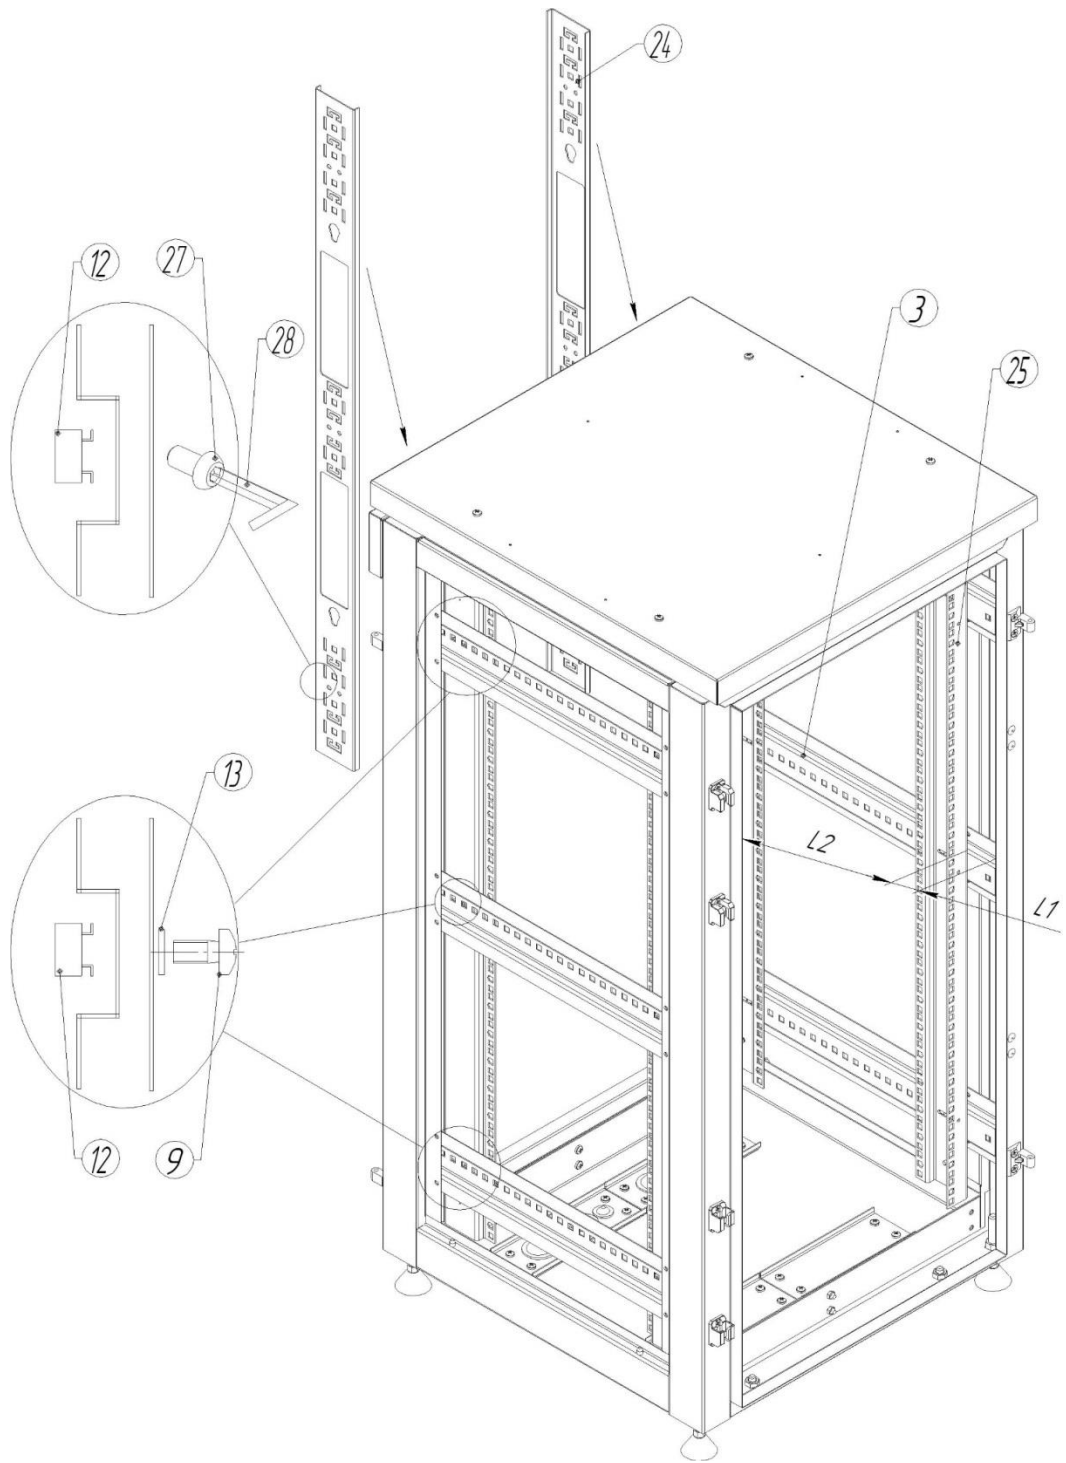

Рис.3
4.2- Определить расстояние до передней плоскости L1 и полезную глубину оборудования L2. Установить стойки монтажные (25) на профили (3) и закрепить винтами (9) – 24 (32\*) шт., гайками клетевыми (12) – 24 (32\*) шт. и шайбами (13) – 24 (32\*) шт. Гайки клетевые (13) вставить в квадратные отверстия профилей (3), снаружи. См. рис.3